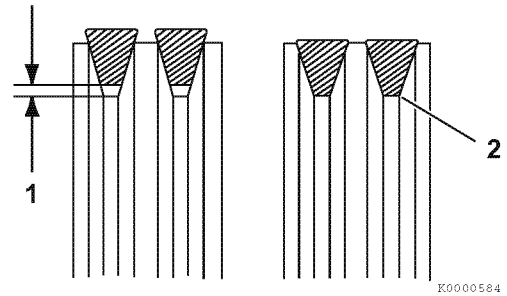

Abbildung 4
3. Den Keilriemen bis zur richtigen Spannung straffen. Zwischen Riemen und Grund der Riemenscheibenrinne muss ein Abstand (1, **Abbildung 4**) gegeben sein. Wenn zwischen Riemen und Grund der Riemenscheibenrinne kein Abstand (2, **Abbildung 4**) gegeben ist, den Keilriemen austauschen.